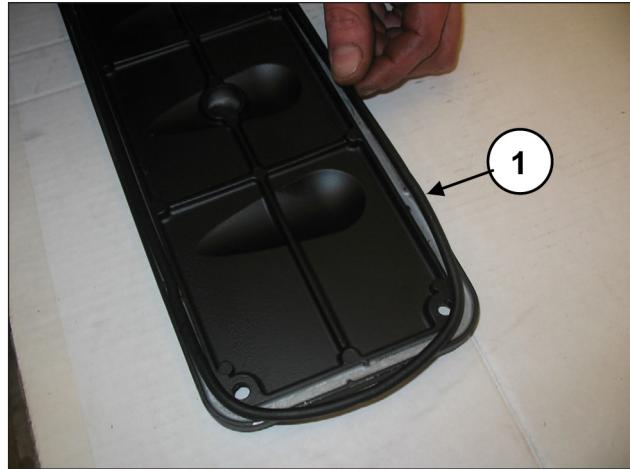
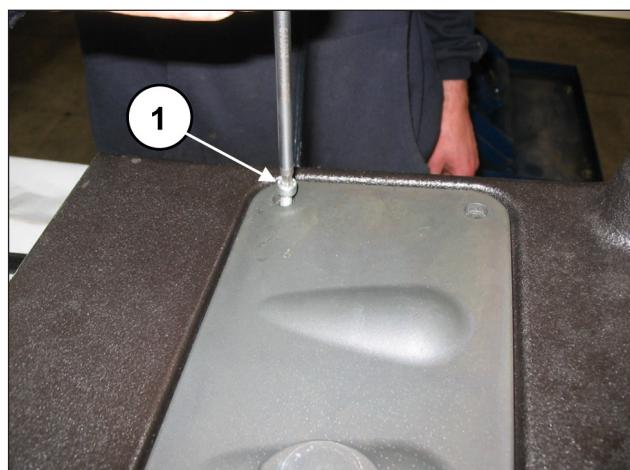

图 99
图 100
在检测盖上插入O形圈(位置①, 图 99)并安装两个检测盖，可使用4+4螺丝M6x14(位置①, 图 100)。